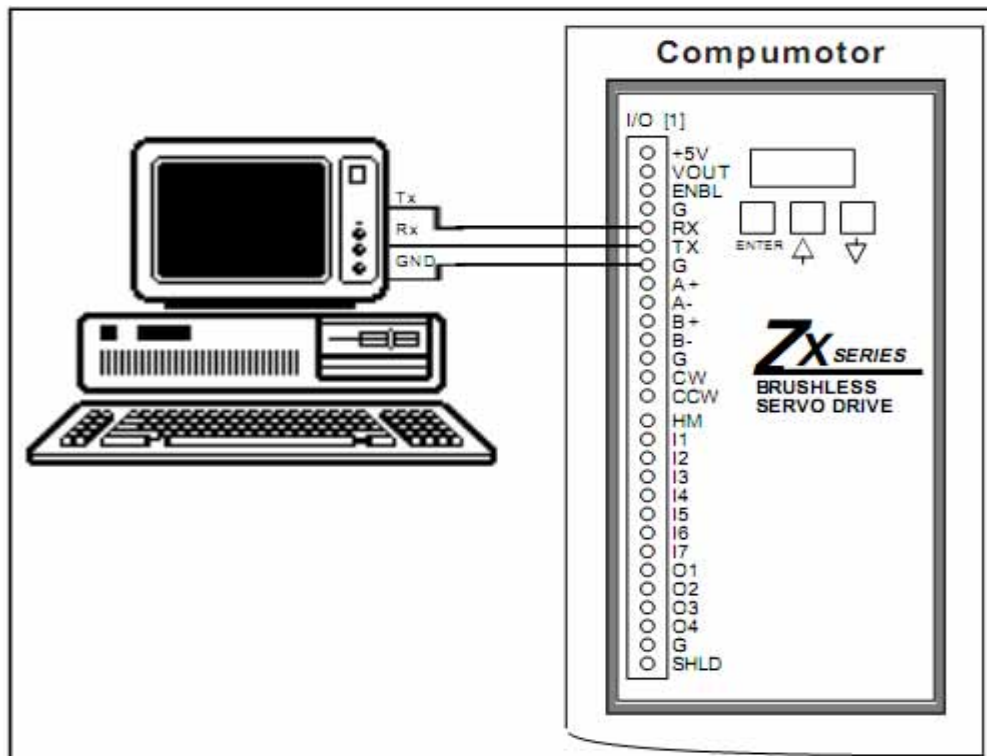

Figure 16: raccords RS-232C
d. Raccordements avec I/O{2} (figure 16)